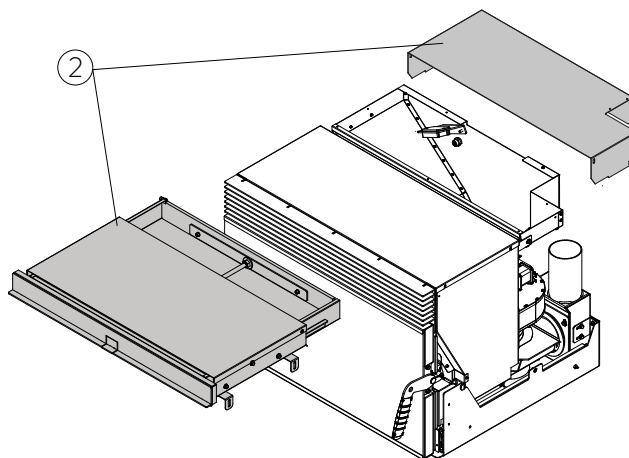

fig. 6.4.2
- B) Cassetto di caricamento frontale per versione con uscita dell'aria frontale "2" (fig. 6.4.2)